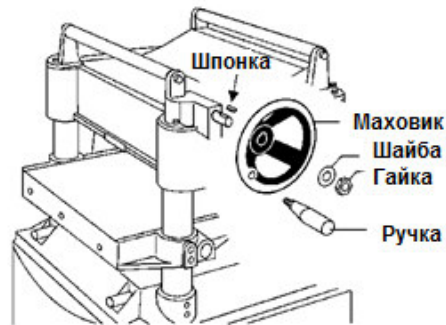

Рис. 5
- Открутите гайку и снимите шайбу с вала коробки скоростей, установите маховик на вал (см. Рис. 5) так, чтобы он установился на шпонку.